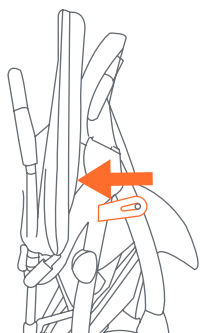
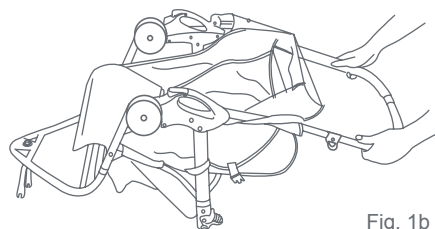

Fig. 1a
Fig. 1b
- 1) • Déverrouillez le levier de desserrage (Fig. 1a). Dépliez le châssis de la poussette en tirant sur la poignée de la poussette vers l'arrière. Appuyez la poussette vers l'arrière de manière à ce qu'elle repose sur l'essieu arrière et la poignée et que les fourches avant pointent vers le haut (Fig. 1b).